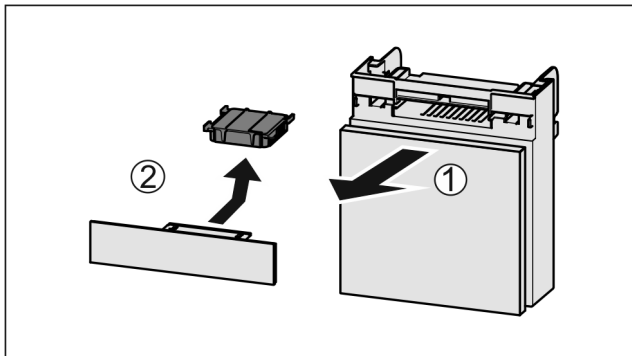

Fig. 42
- ▶ Retire el compartimento hacia delante Fig. 42 (1).
- ▶ Retire el filtro de carbón activo Fig. 42 (2).